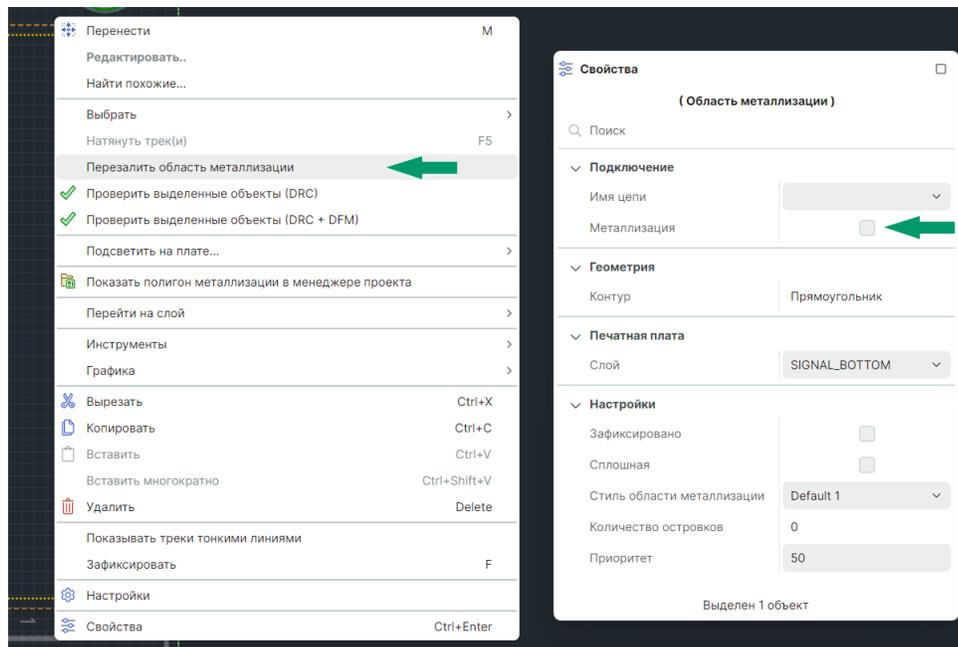

Рис. 470 Способы заполнения области металлизации
2. В контекстном меню выберите «Перезалить область металлизации» или установите флаг в чек-бокс «Свойства» → «Подключение» → «Металлизация», см. Рис. 470.